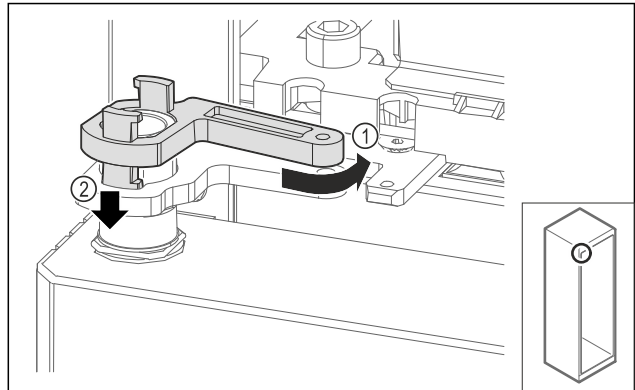

Fig. 71
- Pagrieziet mazliet atpakaļ gultņa balsta fiksatoru Fig. 71 (1), spiediet uz leju Fig. 71 (2) un nofiksējiet lokāmajā kronšteinā.